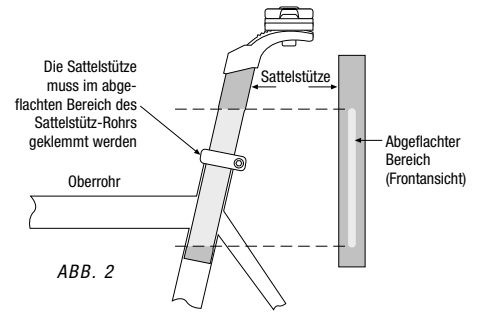

ABB. 2
**WICHTIG:** Easton Carbon-Sattelstützen sind mit dem patentierten Relief Area Design™ (RAD) ausgestattet. Dabei ist ein Abschnitt der Sattelstütze flach ausgebildet, damit er nicht gequetscht wird, wenn die Sattelklemme angezogen wird (siehe Abb. 2). Die Abflachung der Sattelstütze erstreckt sich nicht über die gesamte Länge der Sattelstütze. Daher ist es wichtig, dass sich die Sattelklemme im Bereich der Abflachung befindet.